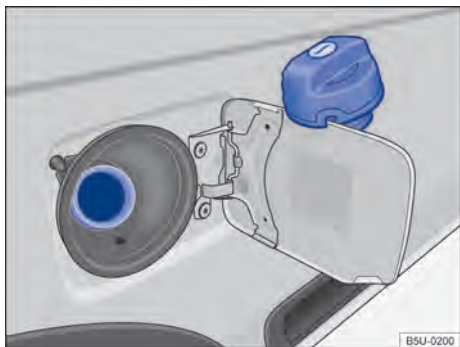

Fig. 168 Portinhola do tanque de combustível aberta com a tampa do tanque de combustível pendurada.
- Girar a tampa do tanque no sentido anti-horário e pendurá-la em cima da portinhola do tanque de combustível → Fig. 168.